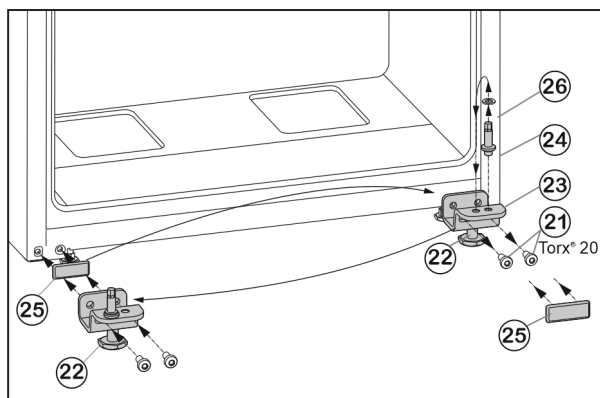

Fig. 9
- ▶ Bevestigingsschroeven Fig. 9 (21) losschroeven.
- ▶ Onderste scharnierplaat Fig. 9 (23) volledig met scharnierbouten Fig. 9 (24), schijf Fig. 9 (26) en stelvoet Fig. 9 (22), verwijderen.
- ▶ Scharnierbouten Fig. 9 (24) volledig met schijf Fig. 9 (26) losschroeven, terugplaatsen in het tegenoverliggende opnamegat van de scharnierplaat en weer vastschroeven.
- ▶ Afdekplaat Fig. 9 (25) voorzichtig verwijderen en terugplaatsen op de andere zijde.
- ▶ Onderste scharnierplaat Fig. 9 (23) volledig met scharnierbouten Fig. 9 (24), schijf Fig. 9 (26) en stelvoet Fig. 9 (22) weer op de nieuwe scharnierzijde evt. met behulp van een accuboormachine **vastschroeven (met 4 Nm)**.
- ▶ Deur van bovenaf op de scharnierbouten Fig. 9 (24) plaatsen.
- ▶ Stelvoet Fig. 9 (22) draaien tot dat deze op de grond ligt.